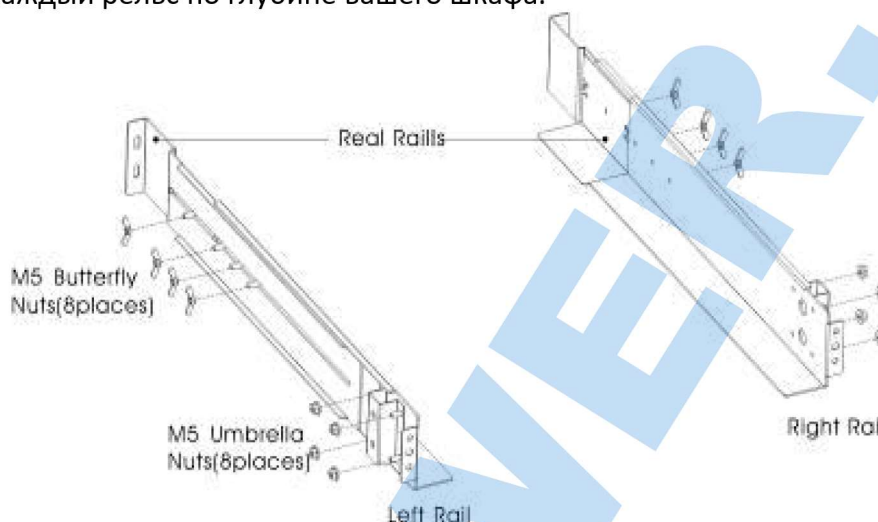

Рис. 4-1. Установка направляющих в шкафу.
3. Затяните четыре барашковые гайки M5 сбоку от направляющих (см. рис. 4-1).